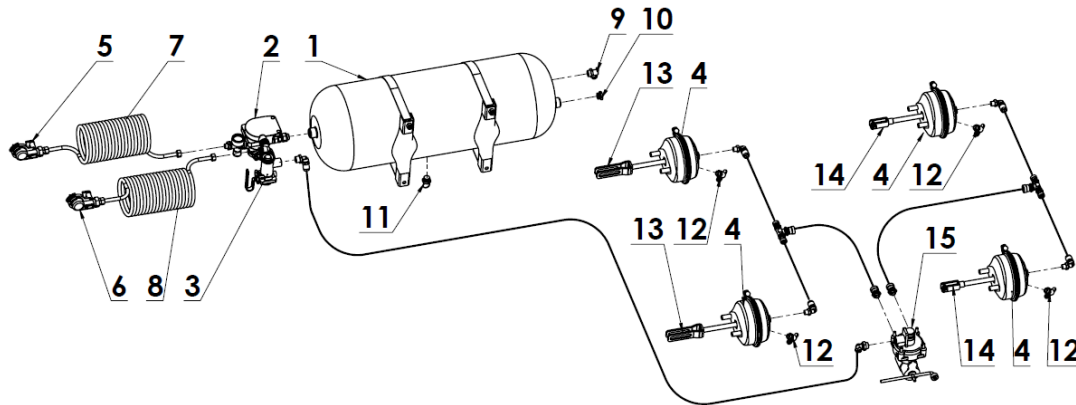

Abbildung 8. Zweikreis-Druckluftbremsanlage mit ALB-Ventil - Dungstreuer N267/2:
- Zweikreis-Druckluftbremsanlage mit ALB-Ventil N267, N267/2 (Abbildung 8),